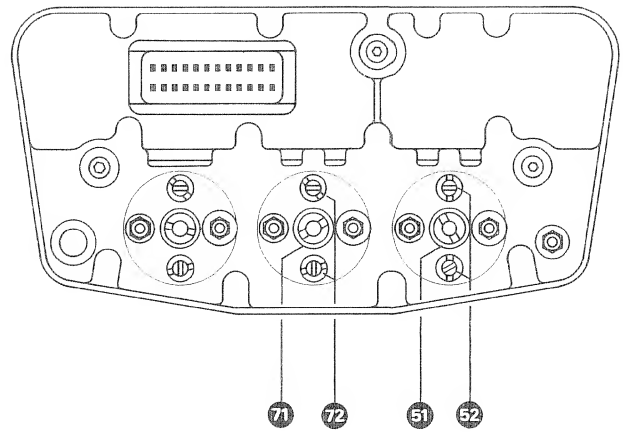

Fig. 7.5.—1
7.5.1. Mechanische Tonkopfeinstellungen (siehe Fig. 7.5.-1.)